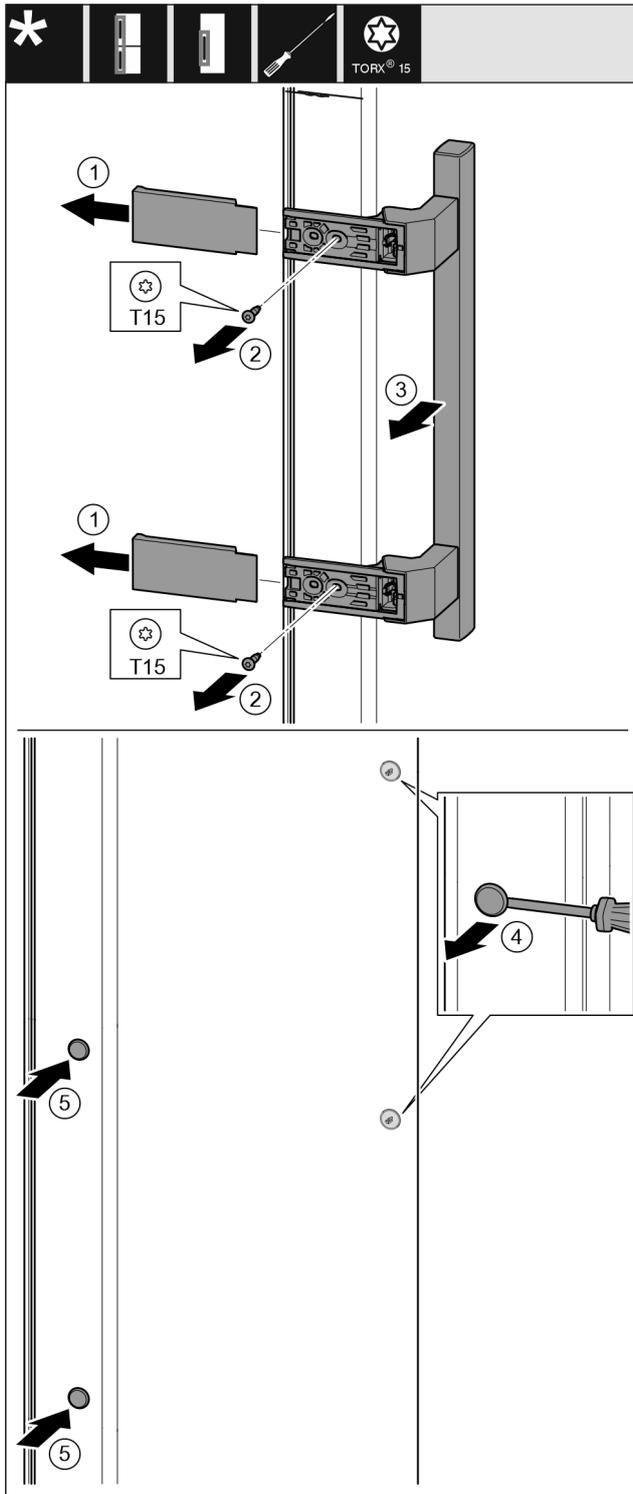

Fig. 16
- ▶ 拆下盖板。 Fig. 16 (1)
- ▶ 用 T15 螺丝刀将螺钉旋出。 Fig. 16 (2)
- ▶ 取下把手。 Fig. 16 (3)
- ▶ 用带槽螺丝刀小心地提起侧边的堵头并将其拉出。 Fig. 16 (4)
- ▶ 将堵头重新放入另一个侧。 Fig. 16 (5)